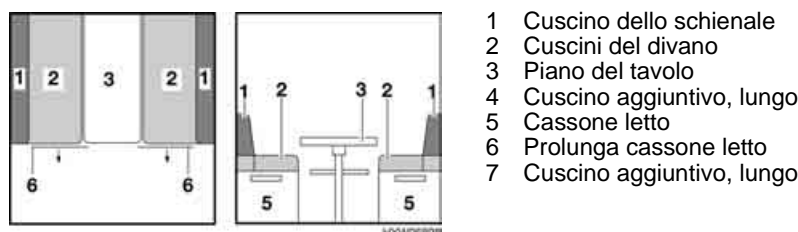

Fig. 100 Prima della trasformazione
- Sollevare leggermente il piano del tavolo in avanti (Fig. 100,3).